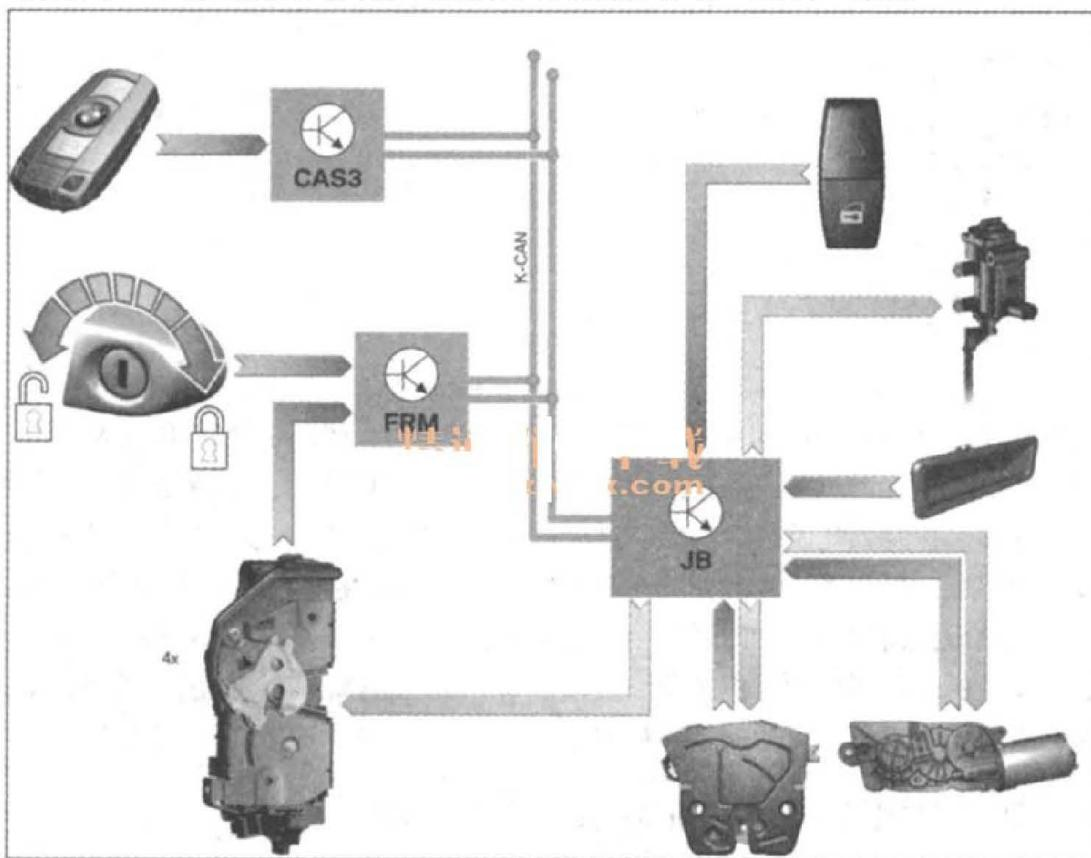

图 1 中控锁信号输入、输出线路示意图
- 4). 中控锁信号输入和输出如图 1 所示。便捷登车及启动系统 3 分析遥控器的信号并授权车辆开锁或上锁。接线盒控制单元 JB 执行请求，驾驶员车门内的锁芯用于驾驶员车门机械开锁或上锁。脚部空间模块 FRM 分析锁芯移动情况（霍耳传感器状态）。
图四：波形图1